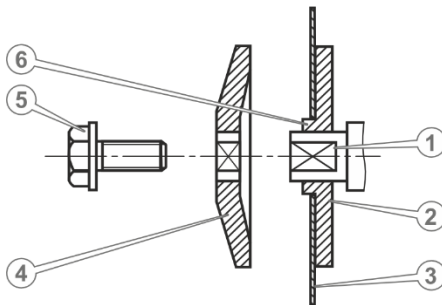

Рисунок 2. Схема встановлення та зняття робочого інструмента
5.1.5 Встановлення та зняття робочого інструмента (рис.2)
1. Встановіть внутрішній фланець (2, рис.2) з посадковим уступом (6, рис.2) на вал редуктора (1, рис.2).
2. Встановіть на вал відрізний диск (3, рис.2) таким чином, щоб посадковий уступ внутрішнього фланця увійшла у посадковий отвір циркулярного диска.
3. Встановіть на вал тарільчасту шайбу (4, рис.2).
5. Закріпіть відрізний диск – надійно закрутіть болт (5, рис.2), використовуючи затискний ключ із комплекту поставки виробу.